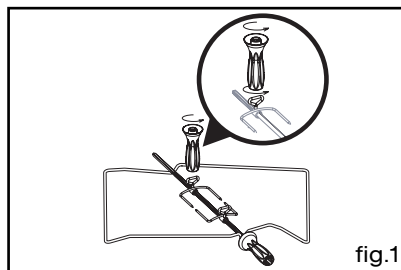

fig.1
- disposez le plat multi-usages au gradin N°1 pour recueillir les jus de cuisson ou sur la sole si la pièce à rôtir est trop grosse (fig.1).
- enfillez une des fourchettes sur la broche ; embrochez la pièce à rôtir ; enfillez la deuxième fourchette ; centrez et serrez en vissant les deux fourchettes à l'aide de la poignée (fig.1).
- Ouvrez complètement la porte et la bloquer à l'aide de deux butées rouges (fig.1). Elles sont fournies dans la pochette plastique de votre appareil.